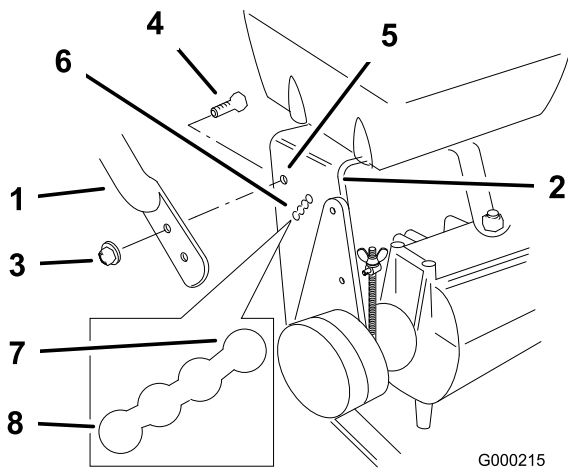

Figura 16
- Afloje los pernos con arandela prensada superiores (3/8 x 1 pulgada) y la tuerca con arandela prensada que sujeta el manillar al bastidor trasero (Figura 16).
- Retire los pernos con arandela prensada inferiores (3/8 x 1 pulgada) y las tuercas con arandela prensada que sujetan el manillar al bastidor trasero (Figura 16).